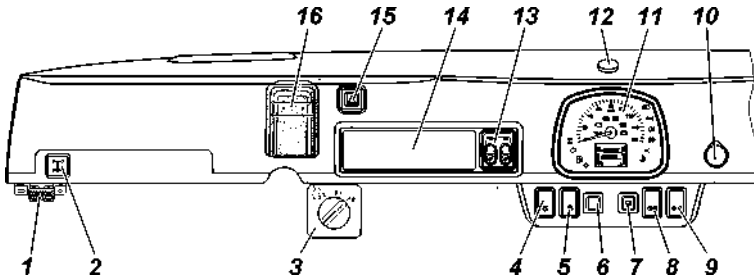

Abb. 3.3. Instrumententafel (Bezeichnungen der Positionen siehe Text) 1 — Fahrzeug mit Fahrer und maximaler Zuladung (außer UAZ-396295);
- 1 — Armaturenbrett (Abb. 3.3);
Auf dem Instrumentenbrett (Abb. 3.3) befinden sich:
Zum Aktivieren der Sperre die Taste 2 auf dem Armaturenbrett (Abb. 3.3) gedrückt halten, bis die Warnleuchte aufleuchtet